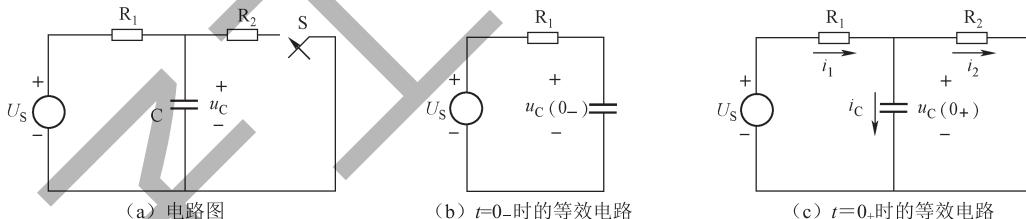

图 8-8 例 8-1 图
【例 8-1】 如图 8-8 所示的电路中，已知 $R_1=2\Omega$, $R_2=6\Omega$, $U_S=10V$ ，开关 S 闭合前电路已达到稳定状态，求换路后瞬间各元件上的电压和电流。
解 (1) 换路前开关 S 处于断开状态，电阻 R_2 没有接入，其等效电路如图 8-8 (b) 所示。则换路前电路中的电容电压 $u_C(0_-) = U_S = 10V$ 。
(2) 根据换路定律得
(3) 当开关 S 闭合后，电阻 R_2 接入电路， $t=0_+$ 时的等效电路如图 8-8 (c) 所示。
(4) 在图 8-8 (c) 电路中，求出各个电压、电流的值。